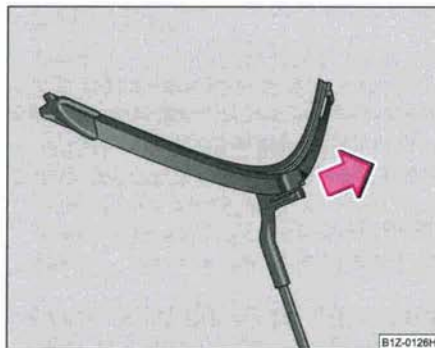

Fig. 56 Balai d'essuie-glace pour pare-brise
- Enlevez le balai d'essuie-glace dans le sens de la flèche ⇒ fig. 56 ⇒ ⚠.